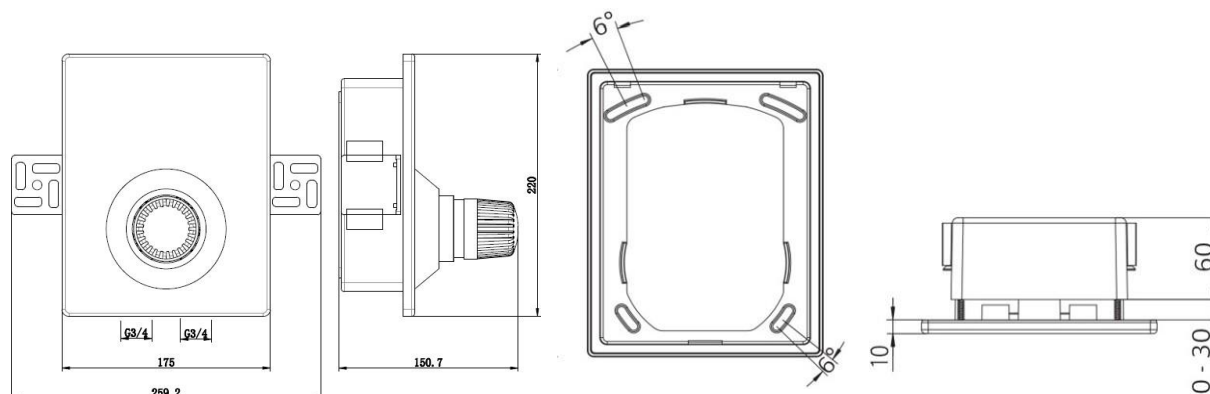

Рис. 2
- 6.2. Для установки монтажного комплекта в стене или перегородке необходимо подготовить нишу исходя из размеров монтажного комплекта (рис. 2), а также прорезать штробы для подводящего и отводящего трубопроводов, и при необходимости, каналы для проводов сервопривода или импульсной линии термочувствительного элемента.